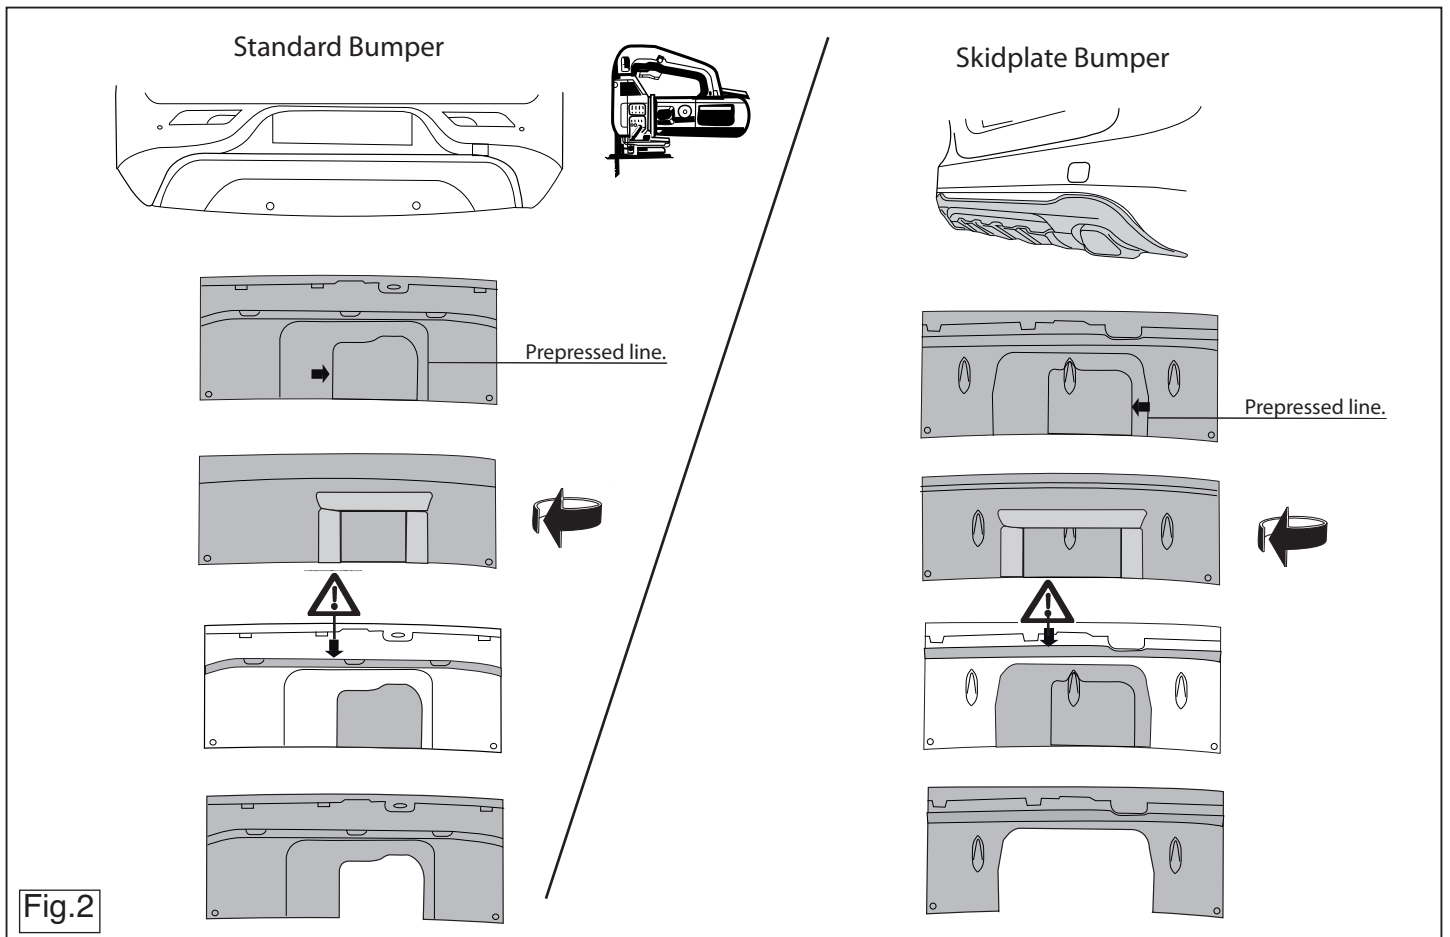

Fig.2
8. Saw a section out of the middle of the underside of the bumper as shown in fig 2 and 3.
8. Auf der Unterseite der Stoßstange einen Teil aus der Mitte gemäß Abbildung 2 und 3 herauschneiden.
8. Scier au centre de la partie inférieure du pare-chocs une partie correspondant à la figure 2 et 3.
8. Sav en del ud af kofangeren midt på undersiden jf. fig. 2 og 3.